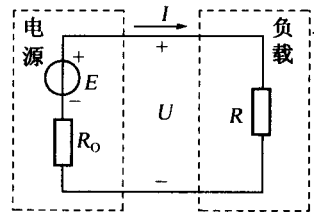

图 1.1 电源的有载工作
1. 电源有载工作:电源与负载接通,如图1.1所示。此时 $I = \frac{E}{R_0 + R}$, $U = RI$,或 $U = E - R_0 I$,最后一个式子表示电源的输出电压与输出电流的关系,由此式所画的曲线称为电源的外特性曲线。